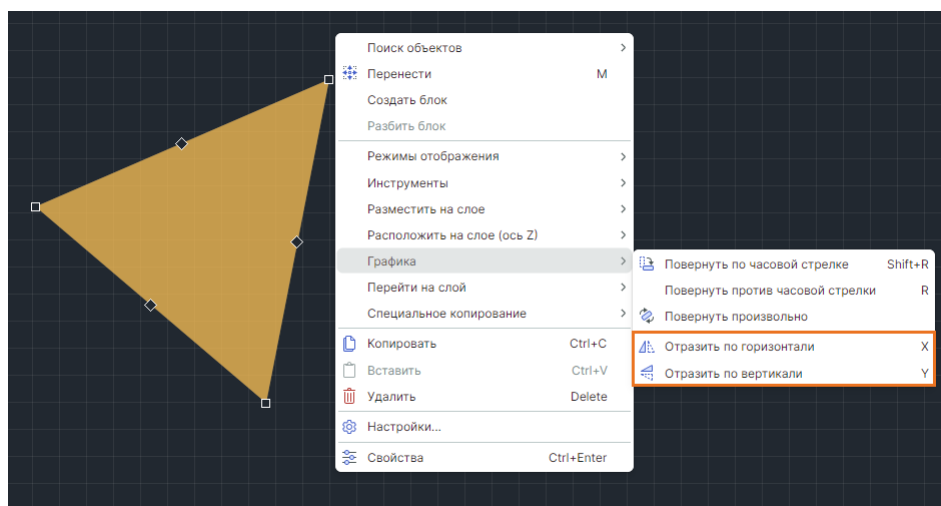

Рис. 537 Вызов функции зеркального отражения
2. Вызовите инструмент, выберите пункт «Отобразить горизонтально/вертикально» в контекстном меню или воспользуйтесь горячими клавишами («X»/«Y»), см. Рис. 537.